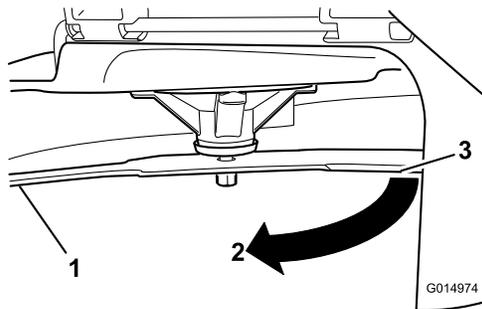

Figure 112
3. Seconde distance mesurée entre la lame et la surface (B)
4. Tournez la même lame de 180 degrés pour amener l'autre tranchant à la même position (Figure 112).